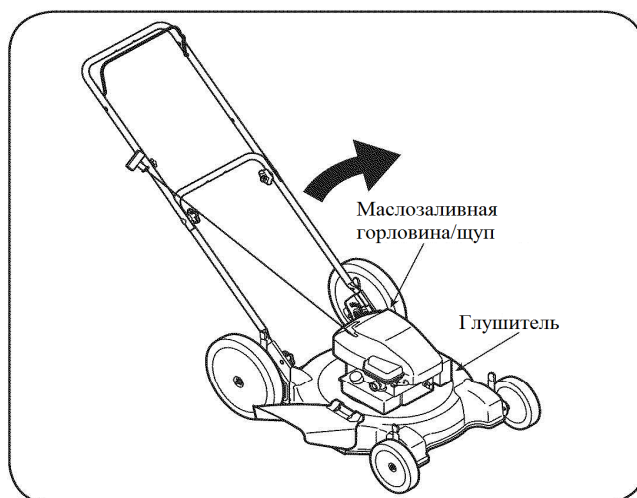

РИС. 13
3. Выкрутите крышку маслоналивной горловины с щупом и слейте масло в контейнер, наклонив двигатель в сторону маслоналивной горловины (см. Рис. 13).
2. Поверните газонокосилку и поставьте ее на корпус стороной с глушителем вниз (см. Рис. 13). Удерживайте газонокосилку в данном положении.